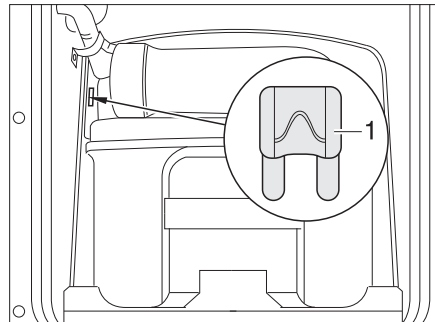
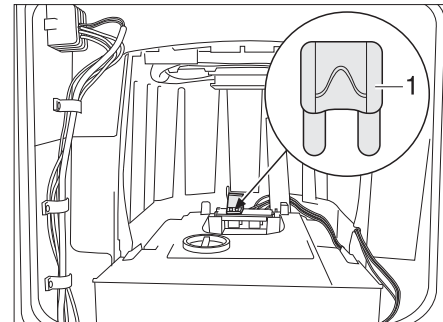

Bild 241 Sicherung der Thetford-Toilette
Bild 242 Sicherung der Thetford-Toilette (Alternative)
- Die Sicherung (Bild 241,1 bzw. Bild 242,1) wechseln.